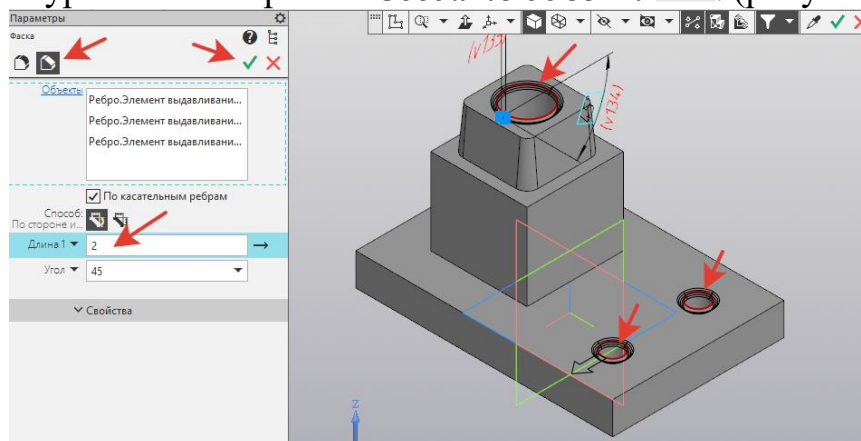

Рисунок 19.
18. На инструментальной панели **Элементы тела** - выбрать **Скругление** - **Фаска**. В **Параметрах** задать **Длина** – **2**, **Угол** – **45**. Курсором указать на контуры всех отверстий. **Создать объект** . (рисунок 19).